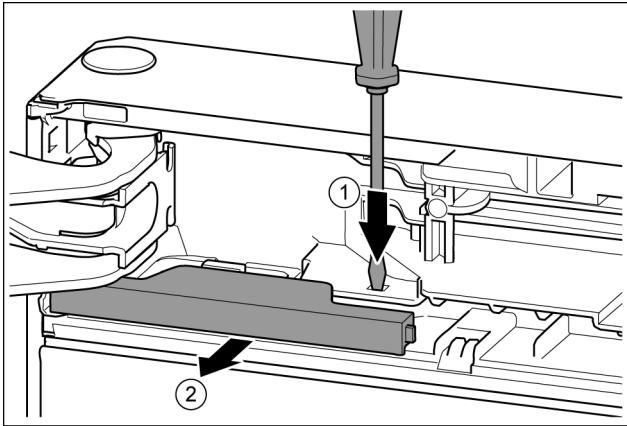

Fig. 11
- ▶ Plochým skrutkovačom zatlačte strmeň. Fig. 11 (1)
- ▶ Kryt vyťahnite z aretácie. Fig. 11 (2)